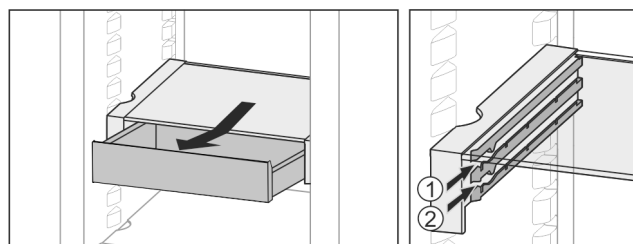

Fig. 32
- ▶ На любой высоте Fig. 32 (1) или Fig. 32 (2) вставить.